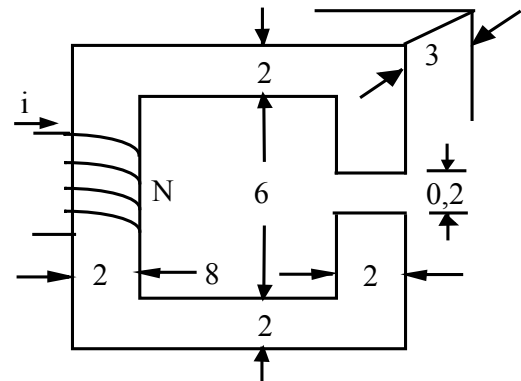

Figura 1.13
1.19.- El material del núcleo del sistema de la Figura 1.13 tiene una curva de magnetización normal que se puede representar por la ecuación de Fröelich, donde $a=1,6$ y $b=180$. Si la corriente que circula por la bobina de 500 espiras es de 2 Amperes, determinar: